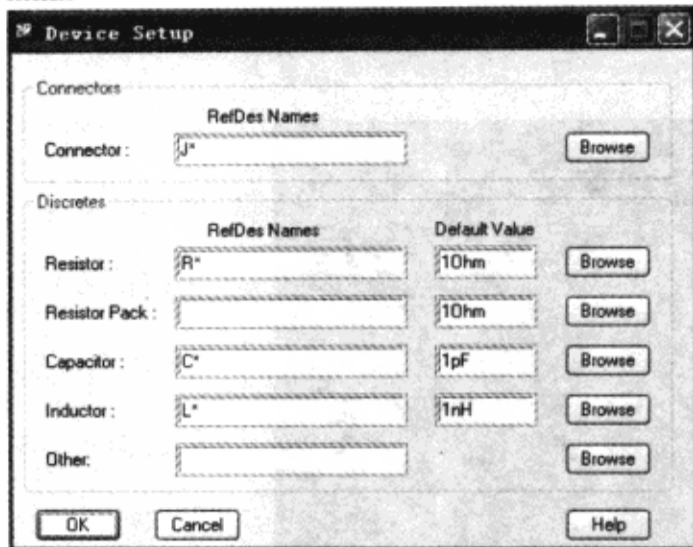

图 10-7-19 “Device Setup”对话框
(1) 在“Database Setup Advisor-Device Setup”窗口中单击“Device Setup”按钮，弹出“Device Setup”对话框，如图 10-7-19 所示。